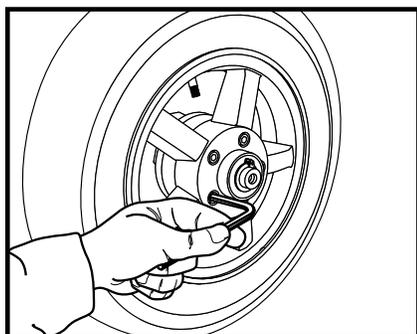

Figure 24. Démontage du frein
5. Retirez les 5 boulons de fixation de frein sur la roue. Voir la figure 24.